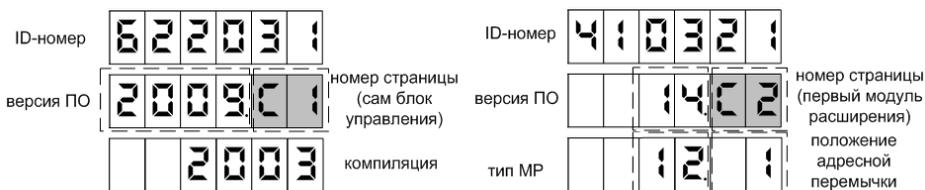

Рисунок 14
7.1 Для приведения устройства в рабочее состояние достаточно подать на него электропитание. После включения на табло отображается информация о версии ПО устройства (рисунок 14).